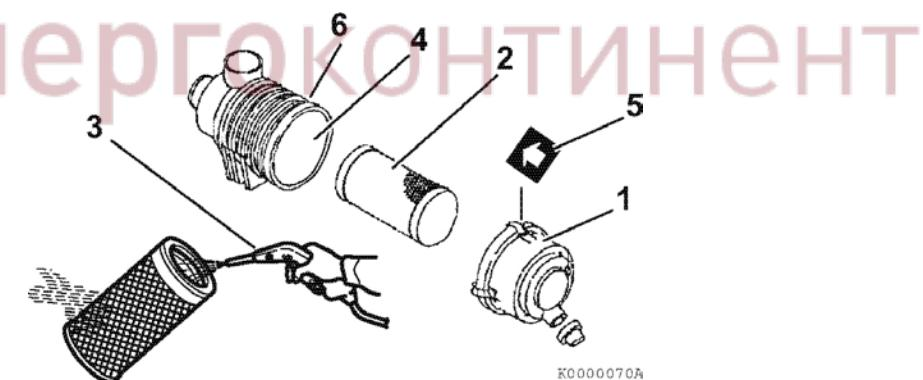

Рисунок 46
1. Отцепите и снимите крышку фильтрующего элемента воздушного фильтра (рисунок 46 (1)).
2. Удалите фильтрующий элемент (рисунок 46 (2)) (внешний фильтрующий, если воздушный фильтр оснащен двумя элементами).
3. Продуть (рисунок 46 (3)) фильтрующий элемент в направлении изнутри-наружу сжатым воздухом под давлением 0.29 - 0.49 МПа, 3.0 - 5.0 кгс/см², чтобы удалить частицы пыли. Следует применять минимально низкое давление воздуха, чтобы не повредить фильтрующий элемент при удалении пыли.
7. Повторно установите фильтрующий элемент в корпус воздушного фильтра (рисунок 46 (4)).
8. Повторно установите крышки воздушного фильтра, удостоверившись, что направление стрелки (рисунок 46 (5)) на крышке совпадает со стрелкой на корпусе (рисунок 46 (6)).
Следует заменять фильтрующий элемент воздушного фильтра (рисунок 46 (2)) через каждые 500 часов работы двигателя, даже если фильтрующий элемент не поврежден и не загрязнен.
При замене фильтрующего элемента, необходимо очистите внутреннюю часть корпуса воздушного фильтра (рисунок 46(4)).